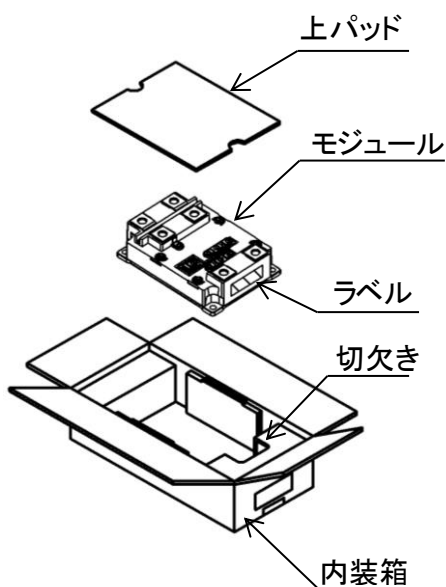

図3 モジュール梱包方法
- 3) IGBT モジュールの内装箱への梱包方法を図 3 に示します。